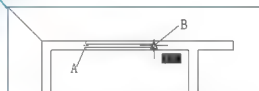

图 2.71 用【多线】命令绘制左上角的窗
- (4) 用【窗口】命令放大左上角图形,视图为如图 2.71 所示的状态。
(3) 在指定起点或 [对正(J)/比例(S)/样式(ST)]: 提示下, 捕捉 A 点。
(4) 在指定下一点或 [闭合(C)/放弃(U)]: 提示下, 捕捉 B 点。A、B 点分别为窗洞口左右 240mm 墙厚的中点, 如图 2.71 所示。
(5) 按 Enter 键结束命令, 这样就绘制出了 1 窗。